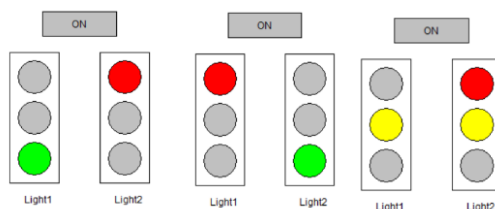

Рисунок 18 – Результаты программы
13. Создание новой визуализации. Для этого выбираем вкладку Визуализация в организаторе объектов. В конечном итоге получаем следующую конструкцию (рисунок 18).